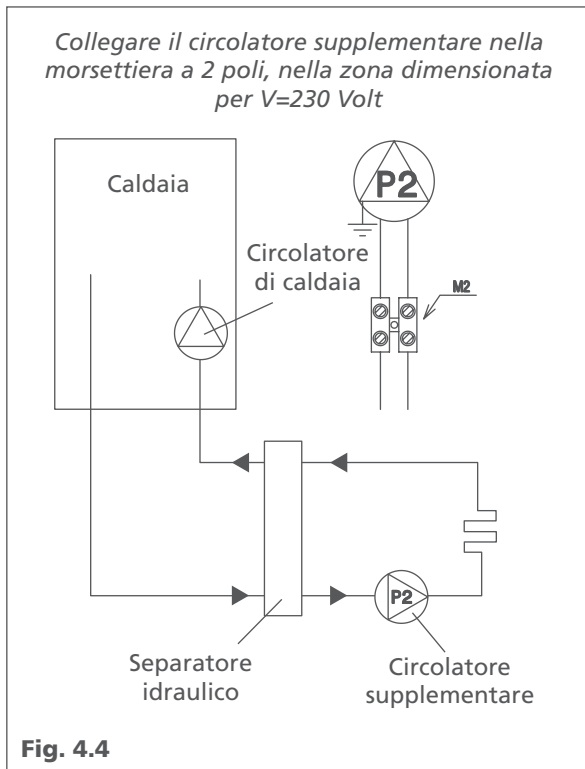

Fig. 4.4
4.4 Impianti speciali (Fig. 4.4)